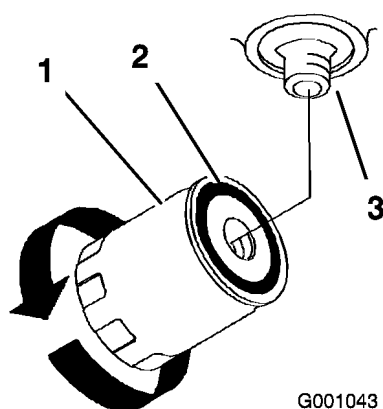

Figure 54
4. Appliquez une fine couche d'huile propre sur le joint en caoutchouc du filtre de rechange (Figure 54).
6. Remplissez le réservoir hydraulique jusqu'à ce que le liquide déborde du filtre. Tournez alors le filtre à huile dans le sens horaire jusqu'à ce que le joint en caoutchouc vienne toucher l'adaptateur du filtre. Serrez ensuite le filtre de 1/2 tour supplémentaire (Figure 54).